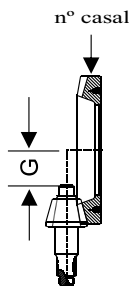

Figura 3
A medida da profundidade básica do pinhão (G) é efetuada desde o centro da coroa até a face frontal do pinhão, mas devido as tolerâncias de fabricação a medida diverge geralmente da medida básica padrão. (Conforme figura 3) Esta divergência encontra-se gravada na coroa de cada conjunto.